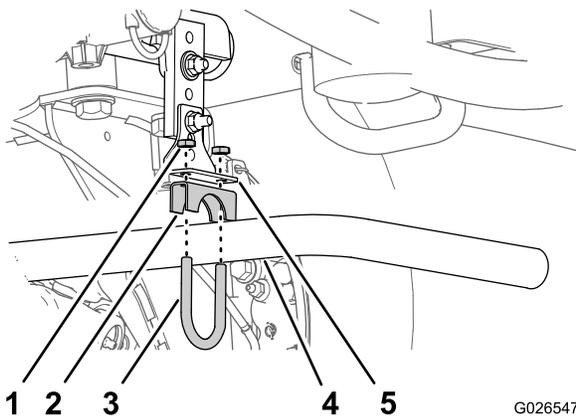
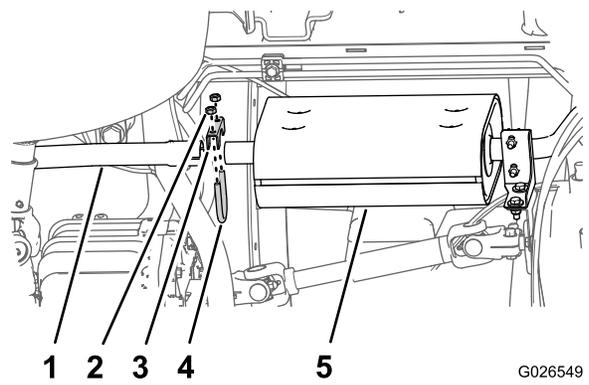

图2
图4
1. 在排气系统吊挂装置和排气管支架上，拆下将尾管固定至排气管支架上的 2 个螺母、U 形螺栓和鞍形支架（图2）。
- 拆下将尾管固定至消声器排气管上的 2 个螺母、U 形螺栓和鞍形支架（图4）。
- 从机器上拆除并丢弃尾管（图2 和 图4）。